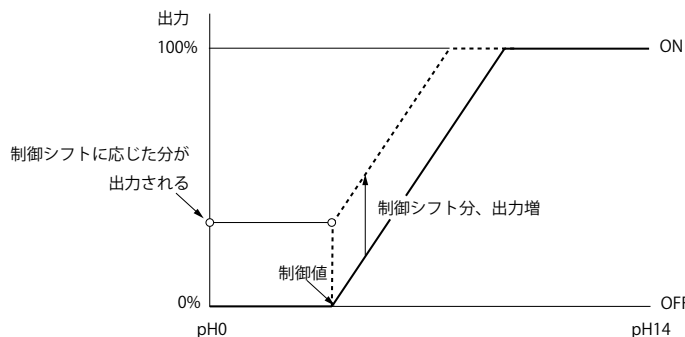

図 4
- 制御シフト量** : 偏差 (制御値と測定値の差) に対応してポンプの出力を大きくします。(偏差がゼロの場合でも制御シフト量に応じた接点出力されます。) (図 4 参照)